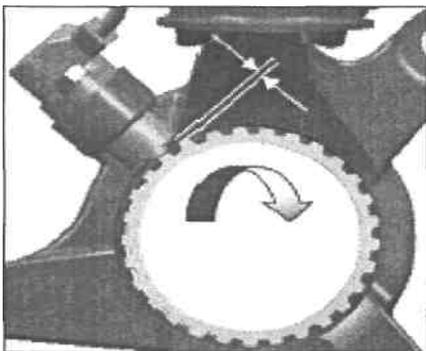

Рис. 739
4) При замене датчика ABS внимательно определите цвет разъема датчика. После установки датчика, при помощи щупа проверьте зазор датчика (Рис. 739, 740). Сборку проведите в обратном порядке.